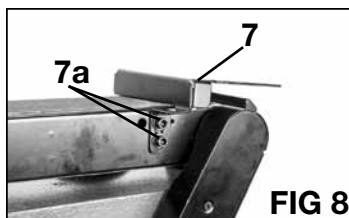

FIG 8
INSTALLATION DU SUPPORT DE L'OUVRAGE (FIG 8)
2. Placez le support de l'ouvrage (7) sur le trou dans le côté du boîtier de l'outil comme le montre la figure 8.